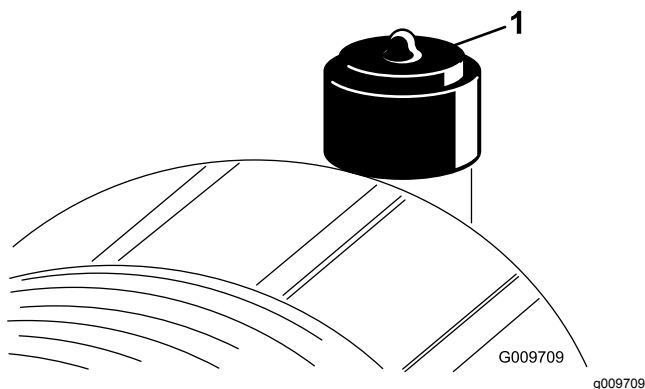

図 49
エアクリーナのフィルタの整備は、インジケータ図 49 が赤色になってから行ってください。早めに整備を行っても意味がありません。むしろフィルタを外したときにエンジン内部に異物を入れてしまう危険が大きくなります。
10. インジケータ 図 49 が赤になっている場合はリセットする。